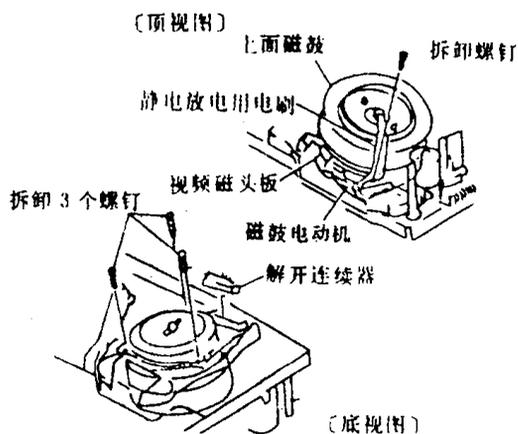

图 1-25
②拆卸 1 个螺钉而释放静电用电刷,见图 1-25。
③拉出前置放大器电路板。